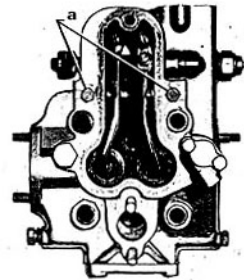

Fig. B 2
- Enlever les 2 vis d'arrêt (a fig. B 2) de l'axe de culbuteur et leurs freins.